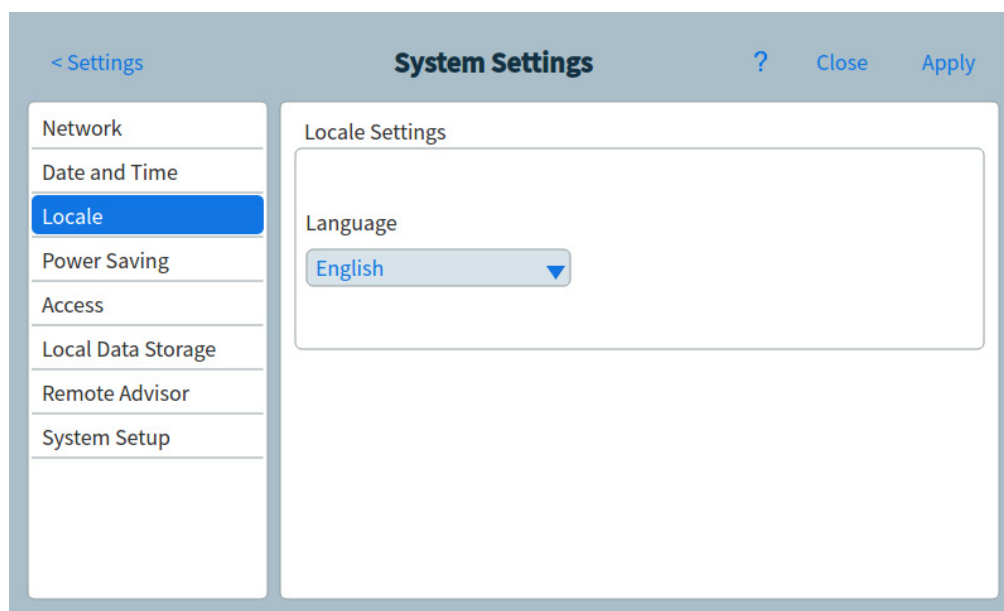

Abb. 43 Seite „Locale Settings“
- 1 Tippen Sie auf der Seite „System Settings“ die Seitenauswahlschaltfläche **Locale**. Die Seite „Locale Settings“ wird eingeblendet. Siehe Abb. 43.